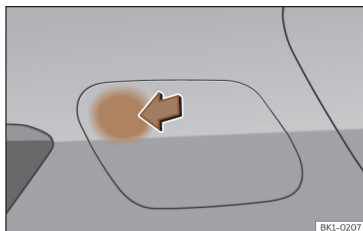

Fig. 57 Abertura da tampa da tomada de carregamento.
- Pressione a tampa da tomada de carregamento da bateria na zona da seta para abri-la >>> **Fig. 57**.